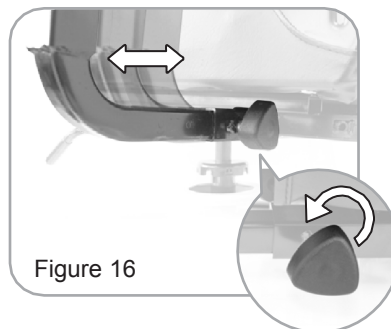

Figure 16
- **Largeur** : Desserrez les vis moletées comme sur l'image pour ajuster la largeur, serrez à nouveau pour verrouiller à la position souhaitée. (Figure 16)